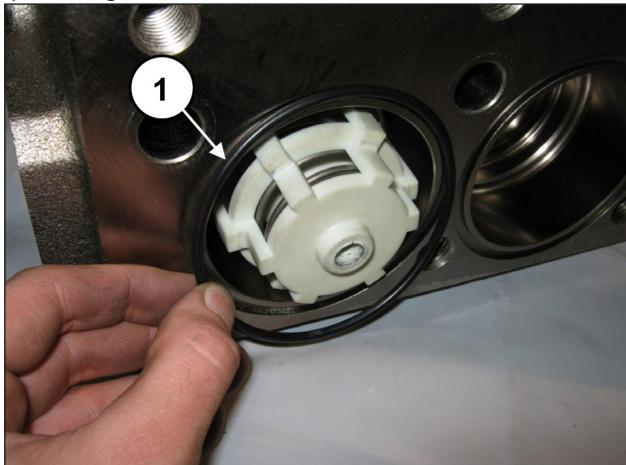

Fig. 153
Aplicar la junta tórica frontal en las válvulas de aspiración (pos. ①, Fig. 153).